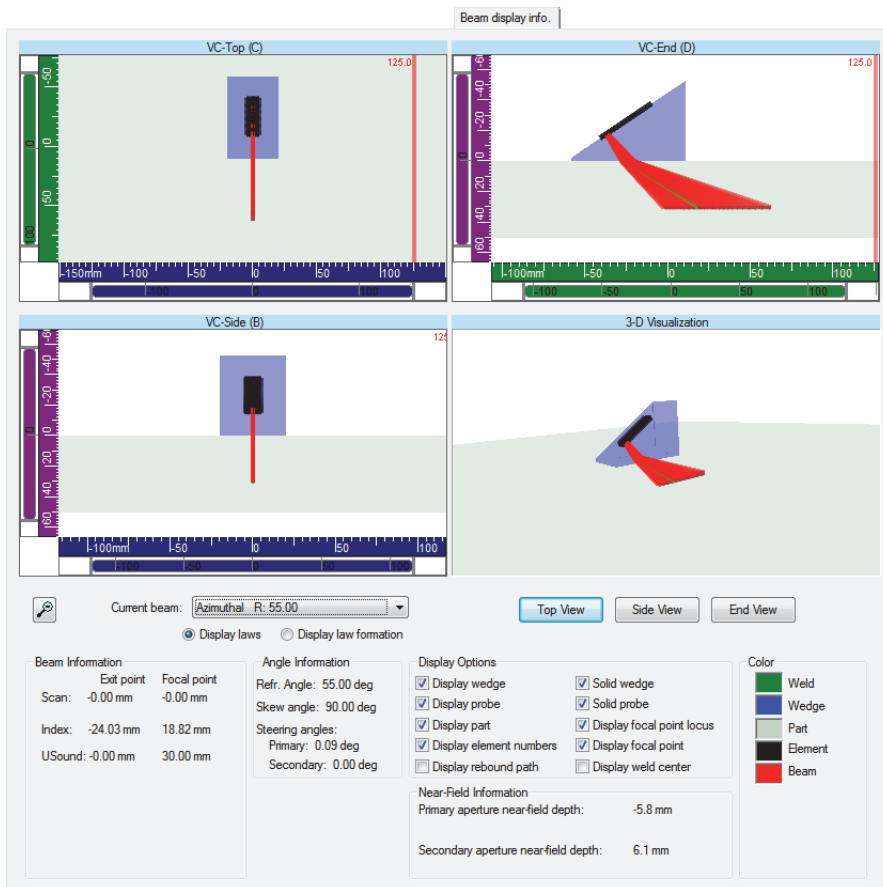

図 4-10 カリキュレータ — の [Beam display info] タブの例
- n) 4 つのビューとビューの下にあるパラメーターを使用して、計算されたビームを検証します（110 ページの図 4-10）。